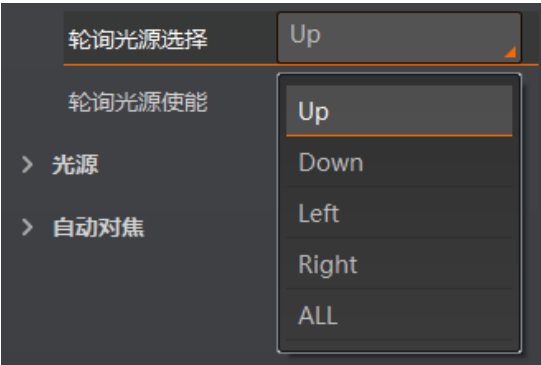

图3-15 光源轮询选择器
4. 通过轮询光源选择参数选择光源通路，可选 Up、Down、Left、Right、ALL，如图 3-15 所示。再开启轮询光源使能参数光源即可常亮。